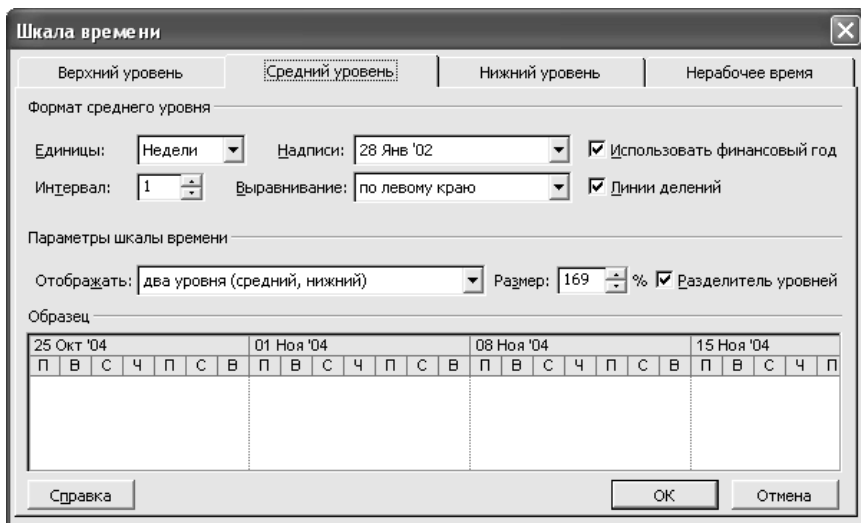

Рис. 38. Форматування шкали часу
2. З меню **Формат** виберіть команду **Шкала часу**.. З'явиться вікно **Шкала часу**. (рис. 38).